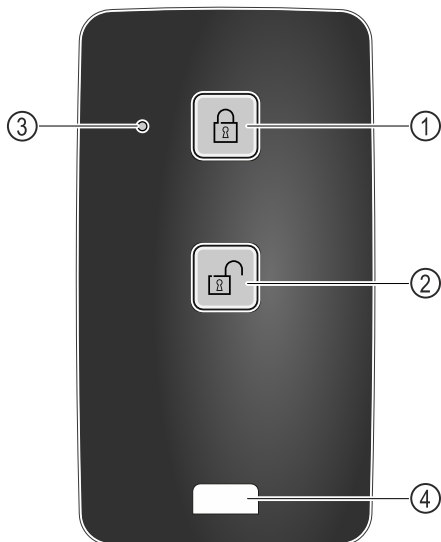

Fig. 222
- (1) Zablokování zámku
- (2) Odblokování zámku
- (3) Stavová LED
- (4) Upevňovací očko
- ▶ Na dálkovém ovládání stiskněte tlačítko Fig. 222 (1).
- ▶ Na dálkovém ovládání stiskněte tlačítko Fig. 222 (2).
- ▶ Stavová LED Fig. 222 (3) vydá při stisknutí tlačítka optickou zpětnou vazbu.
- ▶ Očko Fig. 222 (4) k upevnění dálkového ovládání, např. na svazek klíčů.